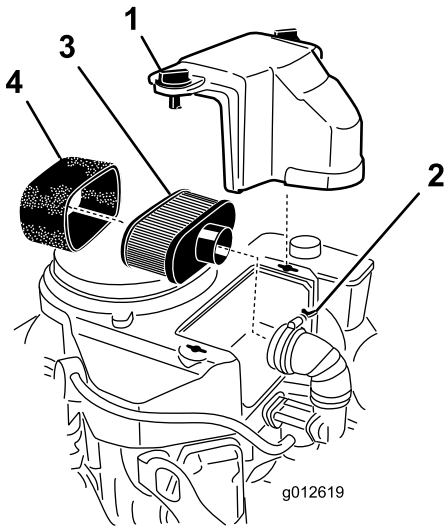

Figura 40
3. Limpie alrededor del limpiador de aire de forma que la suciedad no penetre en el motor y cause daños (Figura 40).
4. Desenrosque los pomos de la cubierta y retire la cubierta del limpiador de aire (Figura 40).
5. Desatornille la abrazadera y retire el conjunto del limpiador de aire (Figura 40).
6. Retire cuidadosamente el filtro de gomaespuma del filtro de papel (Figura 40).
1. Limpie el elemento de papel golpeándolo suavemente para eliminar el polvo. Si está muy sucio, cambie el elemento de papel por uno nuevo (Figura 40).
1. Deslice cuidadosamente el filtro de gomaespuma sobre el filtro de papel (Figura 40).
2. Coloque el conjunto del limpiador de aire sobre su base o manguera y sujételo con la abrazadera (Figura 40).
3. Coloque en su posición la cubierta del limpiador de aire y apriete el pomo de la cubierta (Figura 40).